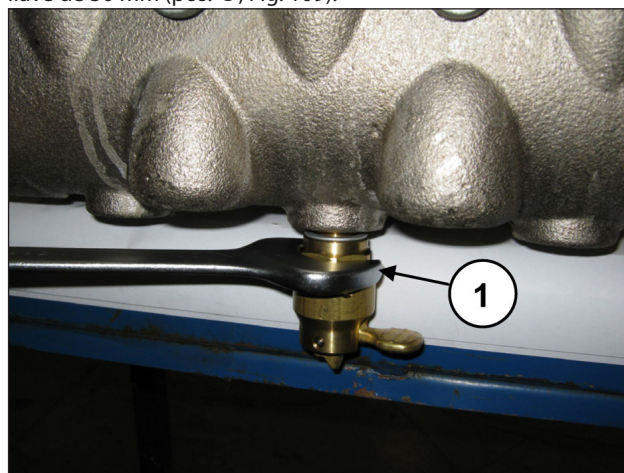

Fig. 109
Desenroscar el dispositivo de apertura de las válvulas con una llave de 30 mm (pos. ①, Fig. 109).